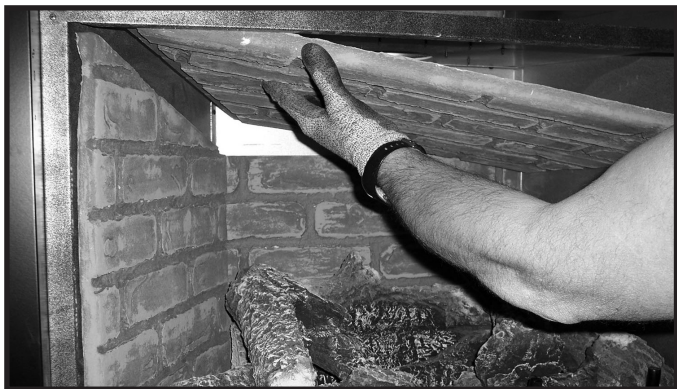

Figure 4.15 Retrait du réfractaire supérieur
4. Retirez le haut en l'abaissant doucement vers le côté qui vient d'être enlevé et en tournant doucement. Voir la figure 4.15.